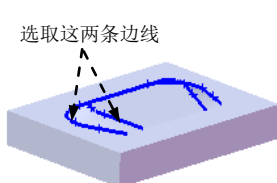

图 17.11.13 选取圆角 1 置参
(3) 选择引导线。本例中使用系统默认的引导线。
(4) 单击  按钮，完成放样 1 的创建。
Step8. 创建圆角 1。要圆角的对象为图 17.11.13 所示的边线，圆角半径为 10.0。